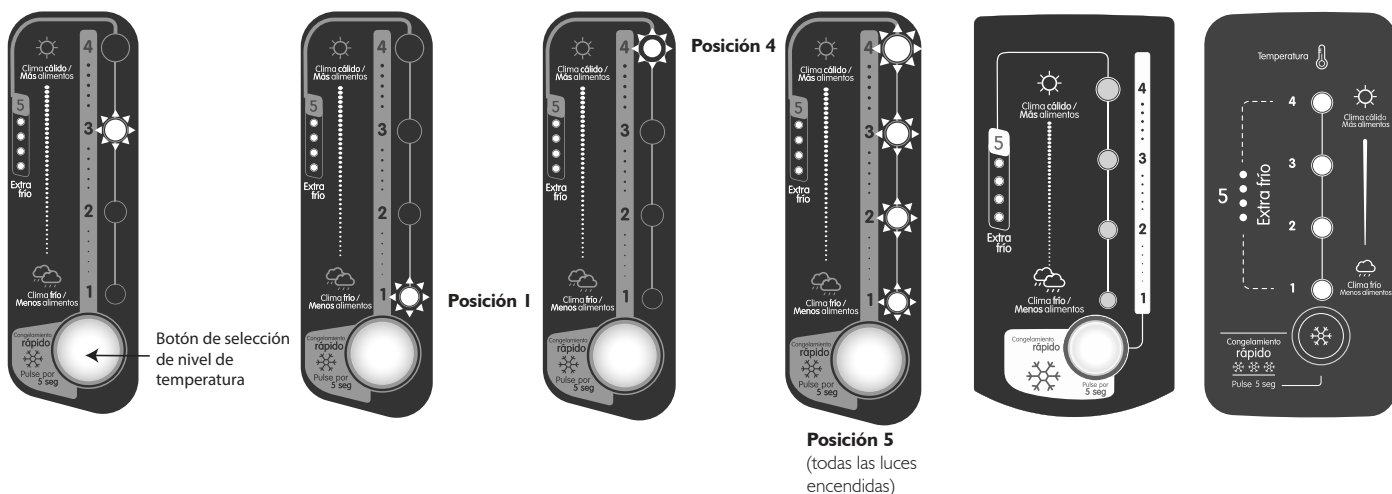

Figura 18
- La temperatura del refrigerador puede ser ajustada presionando el botón de "selección de temperatura" desde la posición 1 hasta la posición 5 (Figura 18)